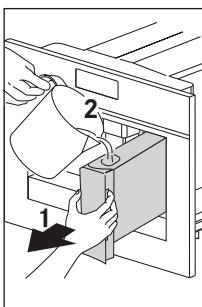
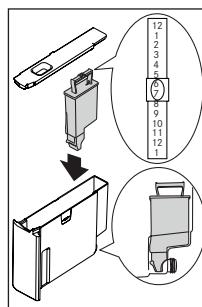

Fig. 11
Fig. 37
- După 5 secunde, aparatul afișează mesajul „FILL TANK” (UMPLEȚI REZERVORUL). Scoateți rezervorul de apă (Fig. 11), clătiți-l și umpleți-l cu apă proaspătă fără a depăși linia MAX. Reinstalați și împingeți până la capăt. În rezervor se poate instala un filtru de dedurizare a apei (Fig. 37).